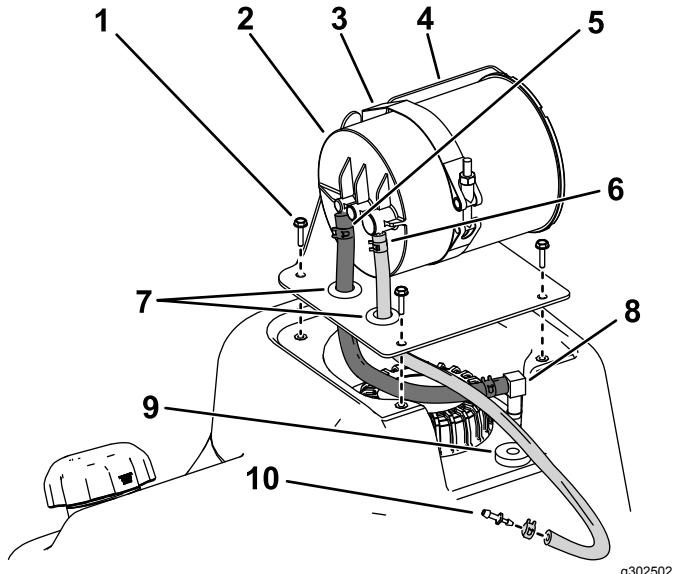

図3
1. カーボンキャニスタブラケットに、カーボンキャニスタ、キャニスタ用クランプ、ハトメ2個14.3 mmを組み付ける図3。